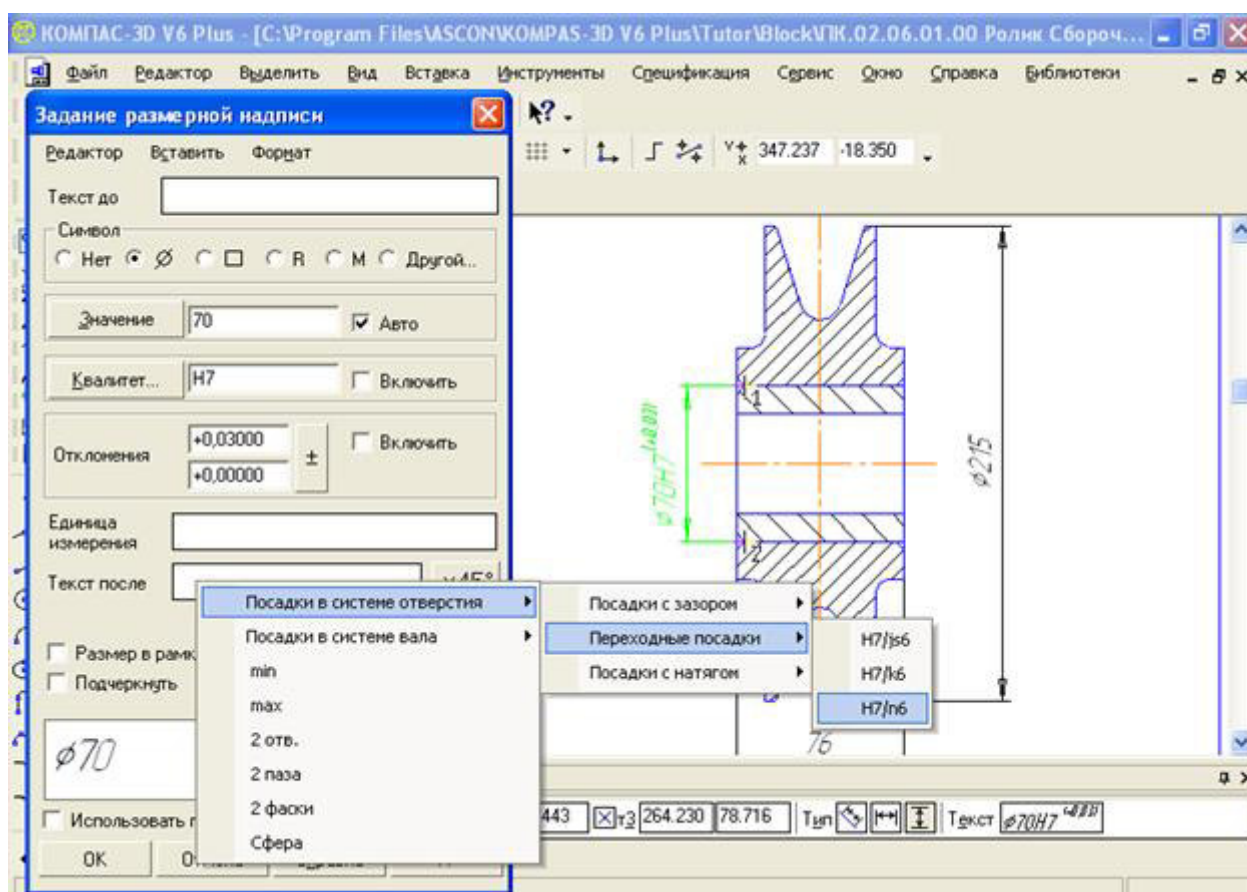

Рис. 6.5. Всплывающее меню пункта **Переходные посадки**
- щелкните во втором всплывающем меню по пункту **Переходные посадки**. Появится третье всплывающее меню. После этого система может выглядеть так, как показано на рис. 6.5;